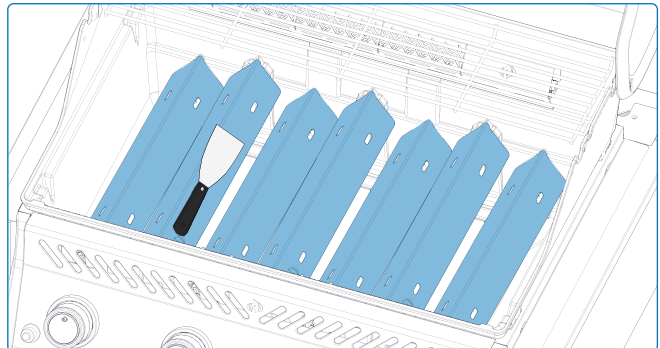

Abb. 9
- Zünden Sie den Brenner an und lassen Sie ihn 5–10 Minuten auf hoher Stufe laufen, um Rückstände zu entfernen **(Abb. 9)**.